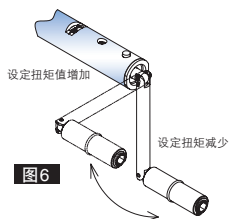

图6
例4 QLE2/CL2/DQLE2/PHLE2时(图6,7)
- ① 卸下加长手柄转动调整工具。(图6)顺时针旋转调整工具扭矩值增加,逆时针旋转则扭矩值减少。